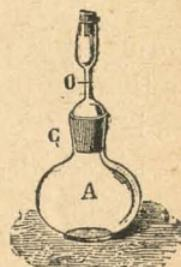

Fig. 34.—Frasco de densidad.
*Método del frasco.*— 1.o El cuerpo está colocado en uno de los platillos de una balanza junto al frasco *A* (fig. 34) lleno de agua hasta el punto de referencia *O* en el tapón de vidrio esmerilado *C*. Se lo equilibra con tara y luego se saca el cuerpo reemplazán-